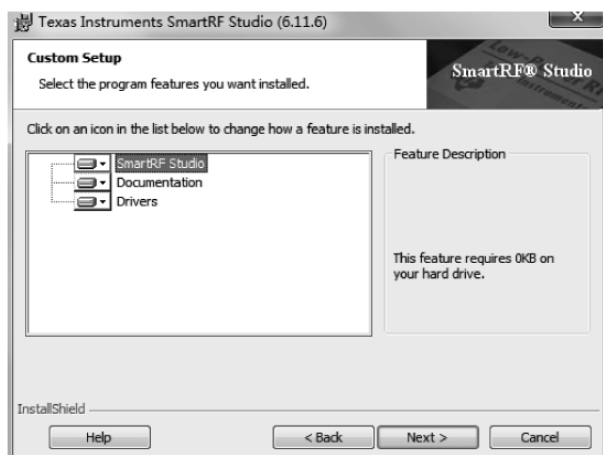

图 1.16 安装选项
(2) 安装选择,如图 1.16 所示,单击 Next 按钮。